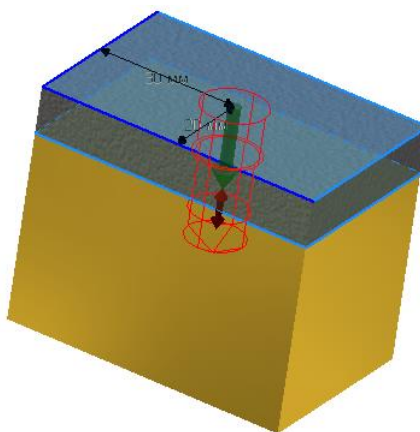

Рис. 3.89.
6. Укажите ограничение – нижнюю грань прикрепляемой пластины (рис. 3.89).